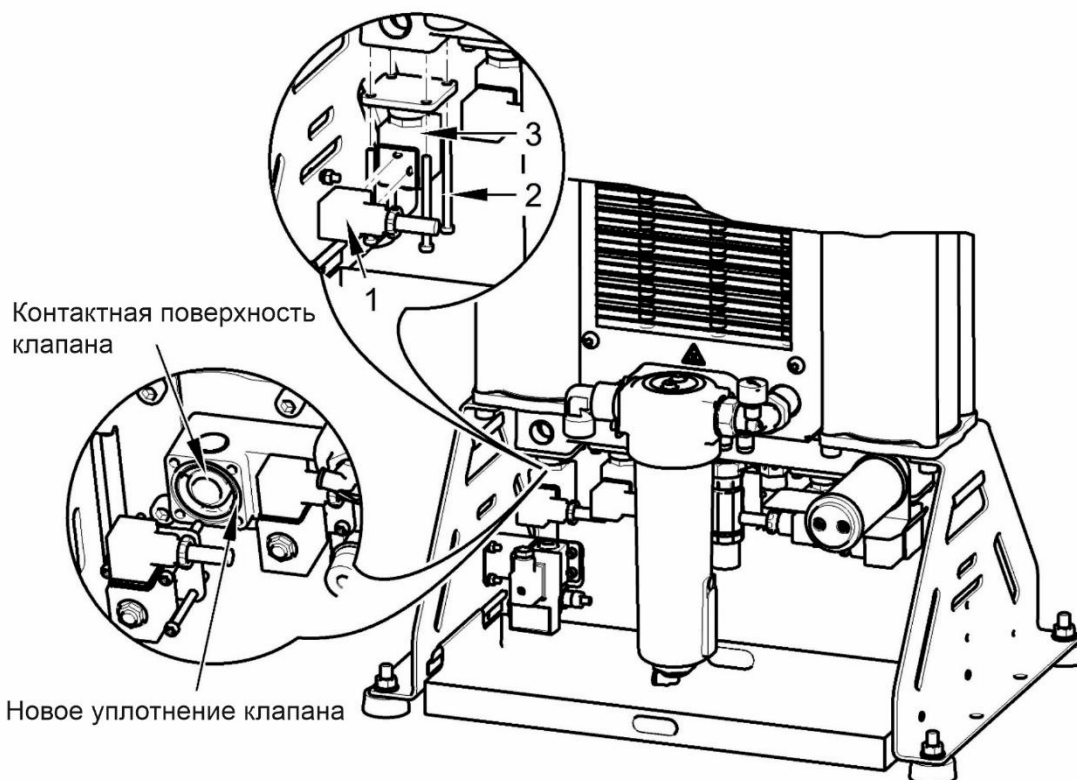

Рис. 31: Замена электромагнитного клапана
- Отсоедините соединитель клапана (1).
- Отвинтите 4 винта (2).
- Снимите электромагнитный клапан (3).
- Почистите 16 винтов (2), чтобы удалить резьбовой герметик.
- Установите электромагнитный клапан (см. Рис. 31).
- Установите новый электромагнитный клапан, используя 4 винта (2), предварительно нанеся на их резьбу резьбовой герметик (например, Loctite 243).